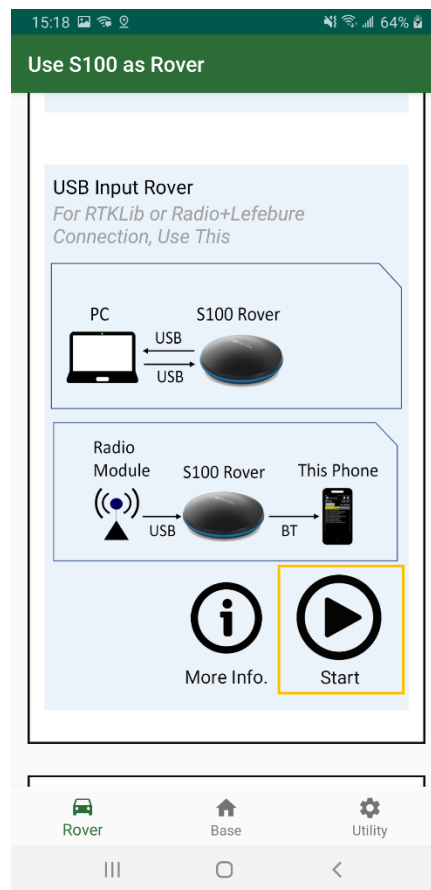

Figura 3-3
4. Inicie el modo "Entrada USB Móvil". La aplicación se cierra cuando el S100 está configurado en USB Rover. Consulte la Figura 3-3.